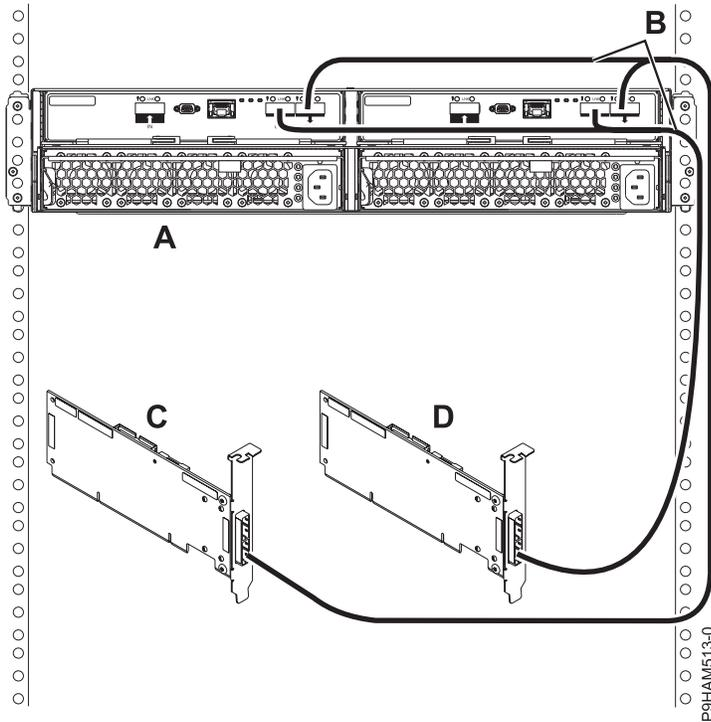

Figura 27. Conexión de la modalidad 2 de un alojamiento de unidad de disco 5887 utilizando cables YO a dos adaptadores SAS independientes
18. Lleve a cabo una conexión en la modalidad 2 de un alojamiento de unidad de disco 5887 (A) utilizando cables YO (B) a dos adaptadores SAS independientes (C y D), tal como se muestra en la Figura 27 en la página 26 y, a continuación, continúe con “Conexión de los cables, cables de alimentación e instalación de cubiertas” en la página 29.